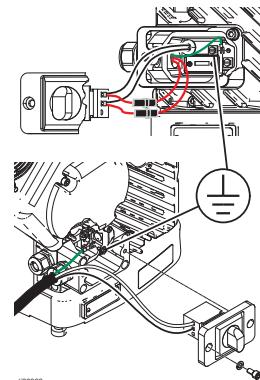
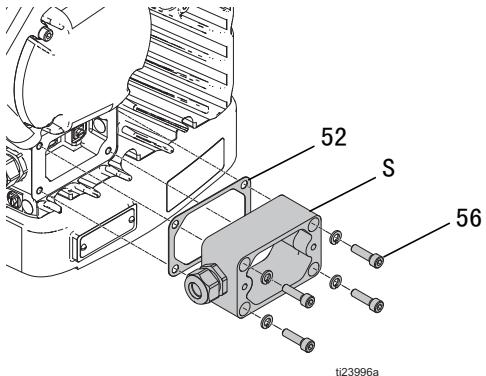

图 16：接地螺丝位置
图 19：接线盒套
8. 连接风扇接地线。参见图 19 (第 16 页)。参见图 16 (第 15 页)。
10. 安装垫圈 (52)、接线盒套 (S)，然后拧紧四颗螺栓 (56)。参见图 19 (第 16 页)。
11. 安装接线盒盖 (G) 并拧紧 2 颗螺丝 (6)。
12. 接通断接开关 (51) 的导线，然后拧紧导线螺丝。